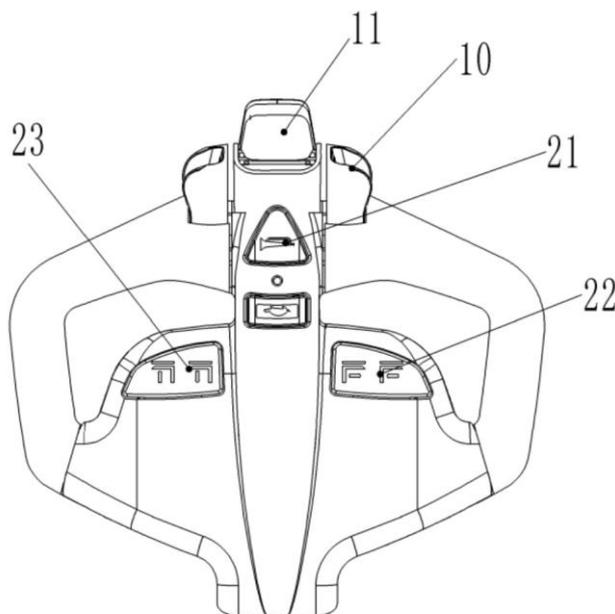
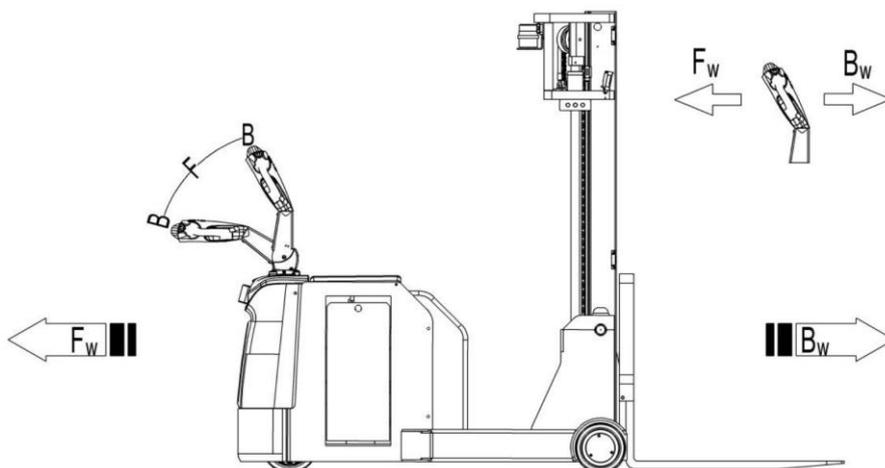

Рис.7: Ручка управления
Рис.11: Направления движения
Нажмите на кнопку (рис. 7, поз. 21) для проверки работы звукового предупреждающего сигнала.
Для осуществления подъема груза необходимо полностью подъехать под паллет с грузом, нажать и удерживать кнопку подъема (рис. 7, поз. 23), пока не будет достигнута нужная высота подъема.
Если вилы штабелера находятся в стеллажном пространстве, необходимо осторожно отъехать от стеллажа с паллетом или без паллета. Во время движения необходимо удостовериться, что вилы не задевают стеллаж. Для спуска нажмите и удерживайте кнопку снижения (рис. 7, поз. 23).
Для наклона мачты вперед нажмите и удерживайте кнопку наклона вперед (рис. 7, поз. 22).
Для наклона мачты назад нажмите и удерживайте кнопку наклона назад (рис. 7, поз. 22).
После того, как ключ запуска повернут в положение ON или проведен запуск через ПИН-панель, и аварийная кнопка поднята, переведите ручку управления в рабочее положение («F», рис.11).
Отклоните маховики управления в нужном направлении «вперед» («Fw», рис. 11) или «назад» («Bw», рис. 11).
Контролируйте скорость передвижения с помощью маховиков (рис. 7, поз. 10) для достижения требуемой скорости.
- Переключение маховиков управления (рис. 7, поз. 10) обратно в начальное положение или освобождение маховиков активирует систему торможения. Штабелер тормозит до полной остановки.
- При переключении маховиков управления (рис. 7, поз. 10) из положения «движение в одном направлении» в положение «движение в противоположном направлении», штабелер постепенно тормозит, пока не начнет движение в противоположном направлении.
- Штабелер тормозит, если ручку управления перевести в верхнее или нижнее положение к точкам торможения («В», рис. 11). При отпускании рукоять управления автоматически возвращается в верхнее положение к точке торможения («В», рис. 11). Штабелер будет тормозить, пока не остановится.
- Кнопка противоотката (безопасности) (рис. 7, поз. 11) защищает оператора от получения повреждений и травм. Если эта кнопка включена, штабелер притормаживает и/или начинает движение в противоположном направлении («Вw», рис. 11) на небольшое расстояние и останавливается. Необходимо помнить, что эта кнопка действует, даже если штабелер не едет, но ручка управления находится в рабочем положении.